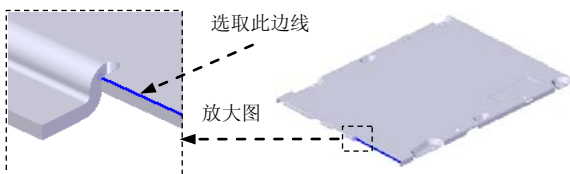

图 8.7.47 选取路径
(1) 选择命令。单击“主页”功能选项卡中“钣金”工具栏中的“轮廓弯边”按钮.
(2) 定义特征的截面草图。
① 选取路径。在系统的提示下, 选取图 8.7.47 所示的模型边线为路径, 在“轮廓弯边”命令条中的“距离(D)”文本框中输入值 28, 并按 Enter 键, 进入草图绘制环境。